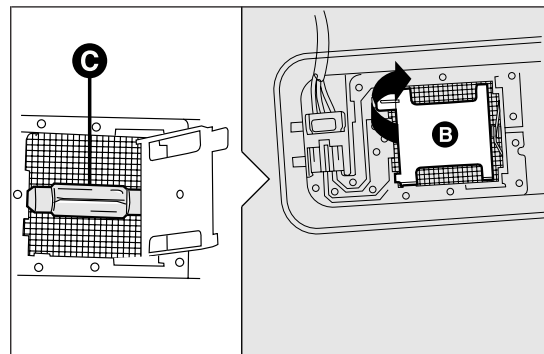

fig. 166
- aprire la copertura B fig. 166 come indicato;
- sostituire la lampada C fig. 166 svincolandola dai contatti laterali, inserire la nuova lampada accertandosi che la stessa risulti correttamente bloccata tra i contatti stessi;